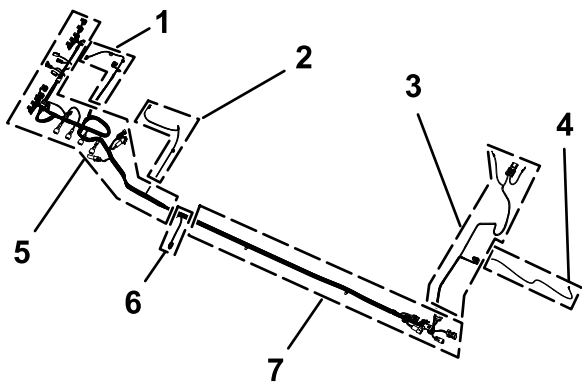

Рисунок 83
1. Найдите ответвление длиной 165 см и ответвление длиной 203 см от нового жгута электропроводов (**Рисунок 83**).